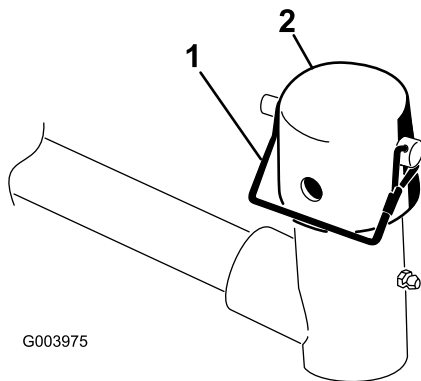

図 9
7. 昇降アームのピボット・ヨークからスナップ・ピンとキャップを取る (図 9)。
11. スナップ・ピンを使って、キャップとキャリア・フレームのシャフトとを昇降アームのヨークに固定する。カuttingユニットをステアリング・モードで使う場合はスロットを使い、固定モードで使用する場合には、穴を使う (図 9)。